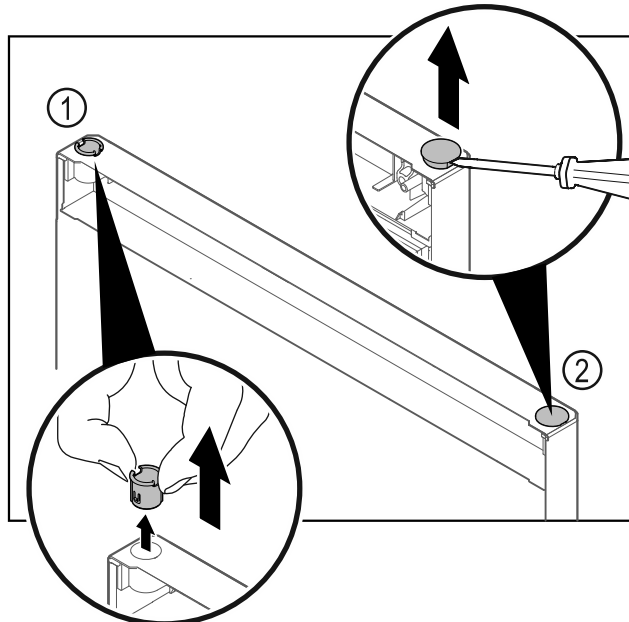

Fig. 18
- Nxirrni jashtë bokullën e menteshës Fig. 18 (1) me gishta.
- Ngrini lart me kujdes tapën mbuluese Fig. 18 (2) me një kaçavidë me kokë petë dhe nxirreni jashtë.